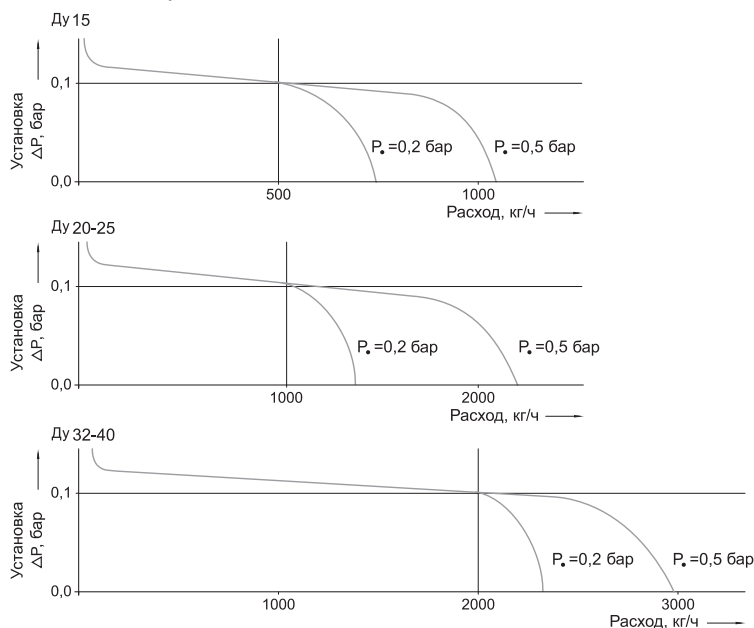

Рис. 4. Характеристики регулирования V5012C0103, настройка перепада давления на 0.1 бар (заводская настройка)
- Заводская настройка мембранного блока Kombi-DU V5012C0103 равна 0,1 бар. Предварительная настройка может быть увеличена до макс. 0,3 бар. В этом случае кривые регулирования, представленные на рис. 4. перемещаются параллельно на настроенное значение.
- Заводская настройка мембранного блока Kombi-DU V5012C0306 равна 0,3 бар. Предварительная настройка может быть увеличена до макс. 0,3 бар. В этом случае кривые регулирования, представленные на рис. 4. перемещаются параллельно на настроенное значение.